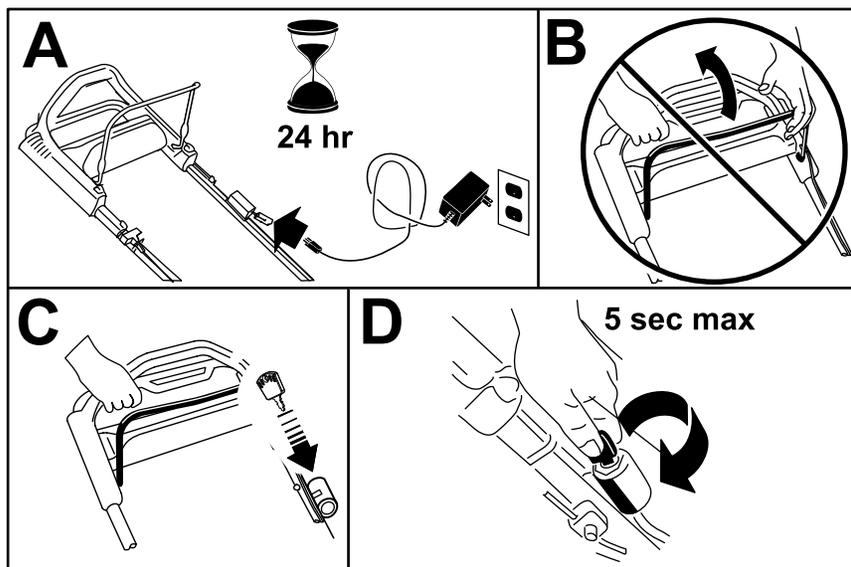

Рисунок 15
1. Перед использованием машины в первый раз зарядите аккумулятор в течение 24 часов (вид А на Рисунок 15).
**Внимание:** Не пытайтесь запускать двигатель с задействованной штангой управления ножом; в противном случае может перегореть плавкий предохранитель (вид В на Рисунок 15).
2. Вставьте ключ зажигания в замок (вид С на Рисунок 15).
3. Поверните ключ зажигания в положение Start (Пуск) и удерживайте его в этом положении; когда двигатель запустится, отпустите ключ (вид D на Рисунок 15).